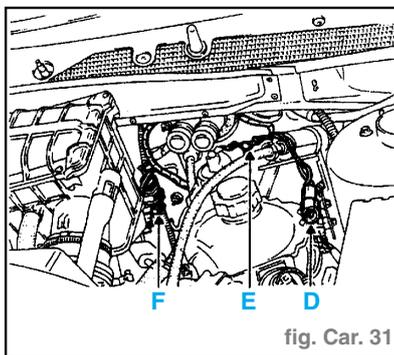

fig. Car. 31
- Débrancher et déposer les connecteurs (D), (E), (F) et sortir le connecteur d'alimentation moteur essuie-vitres de la cloison d'évacuation d'eau (fig. Car. 31).